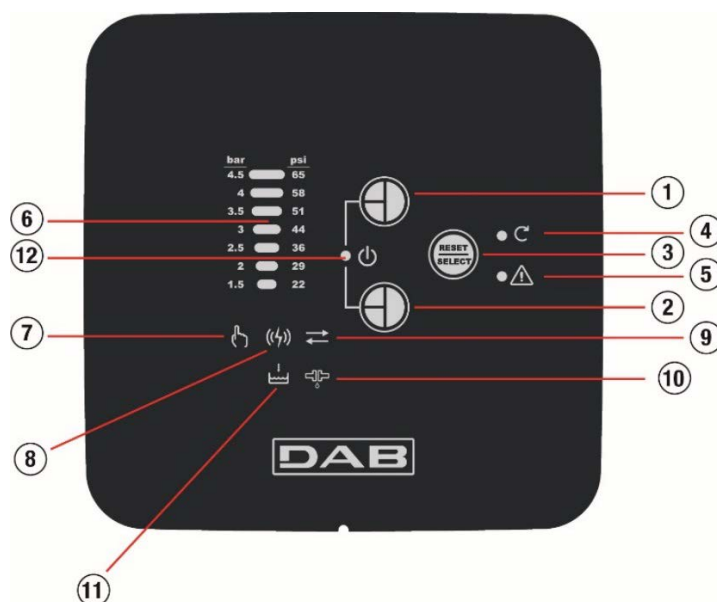

Fig. 16
A passagem da modalidade Monitor para a modalidade SETUP efectua-se premindo simultaneamente nas teclas “-” (Fig. 16, 1) e “Reset/Select” (Fig. 16, 3) durante pelo menos 3 segundos. A passagem da modalidade SETUP para a modalidade Monitor efectua-se premindo simultaneamente nas teclas “-” (Fig. 16, 2) e “Reset/Select” (Fig. 16, 3) durante pelo menos 3 segundos ou aguardando 1 minuto sem tocar em nenhuma tecla da interface. Ao ligar a COM BOX, ela encontra-se de default na modalidade Monitor. A modalidade SETUP é indicada pela intermitência alternada do LED ESTADO MOTOR e ALARME.
12.2.1. Estado do motor (Fig. 16, 4)
12.2.2. Leitura alarmes (Fig. 16, 5)
12.2.3. Função MANUAL MODE (Fig. 16, 7)
12.2.4. Conexão PLC (Fig. 16, 8)
Premindo simultaneamente nas teclas “+” e “-” (Fig. 16, 1 - 2) e soltando-as, o motor da bomba pára incondicionadamente, não podendo arrancar de novo antes de serem novamente premidas simultaneamente e soltadas as teclas “+” e “-” (Fig. 16, 1 - 2). Essa Inibição também prevalece sobre o eventual arranque do motor imposto no “MANUAL”.
O reset dos alarmes pode ser efectuado manualmente premindo na tecla “Reset/Select” (Fig. 16, 3).
Com a tecla “Reset/Select” (Fig. 16, 3) é possível passar nos ajustes descritos a seguir.
Com esta função é possível variar o valor do CUT-IN da bomba. Esse valor pode ser aumentado/diminuído com as teclas “+” e “-” (Fig. 16, 1-2) e pode assumir os valores representados na escala barométrica através de uma intermitência.
Neste ajuste, com a tecla “+” (Fig. 16, 1) impõe-se o arranque do motor da bomba.
A tecla “-” (Fig. 16, 2) restabelece as condições normais de funcionamento.
Neste ajuste, premindo a tecla “+” (Fig. 16, 1) por 5 segundos, a COM BOX coloca-se temporariamente no estado de associação PLC através da rede de alimentação eléctrica.
A tecla “-” (Fig. 16, 2) premida por 5 segundos elimina a eventual associação com a DTRON3